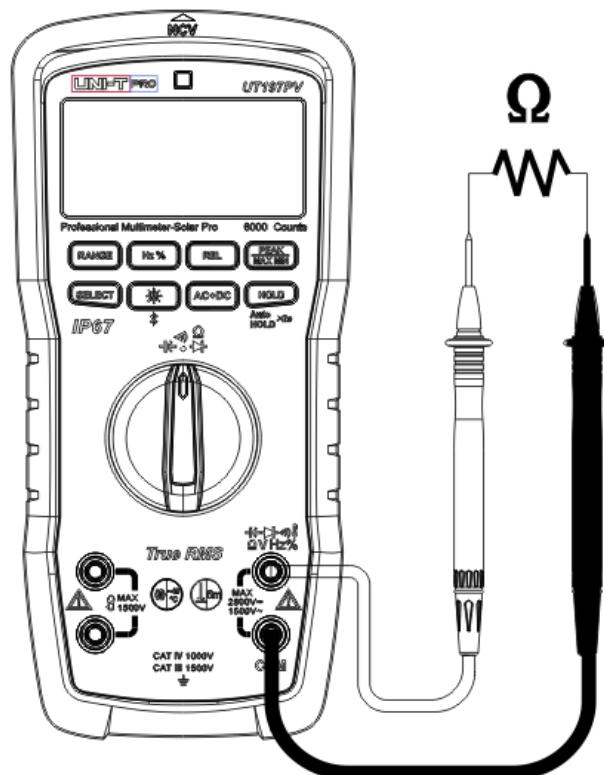

Abbildung 10
7. Widerstandsmessung (Abbildung 10)